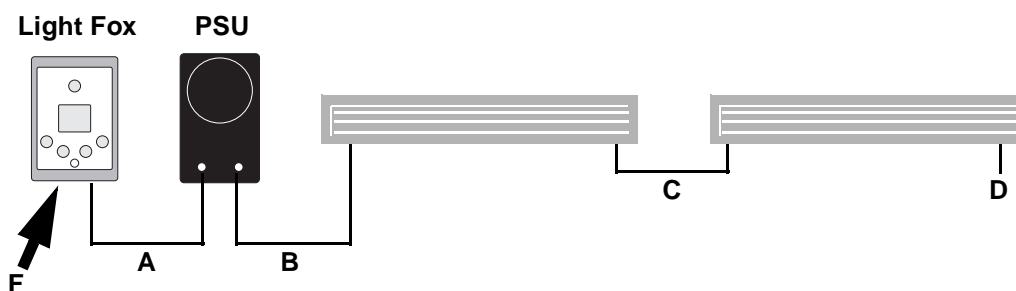

Figura 5: Diagrama básico de implementación de una línea de datos
El Light Fox deberá conectarse a las luminarias a través de una línea DMX de control. El esquema de cableado se puede consultar en la Figura 5 que aparece en la página 8.
Conexión de la instalación. Observar la Figura 5:
Observar la Figura 5. Para conectar otra unidad Light Fox se deberá utilizar un cable de interconexión CAT 5 desde la base RJ-45 de esta unidad a la base RJ-45 que quede libre (F) del primer controlador Light Fox.